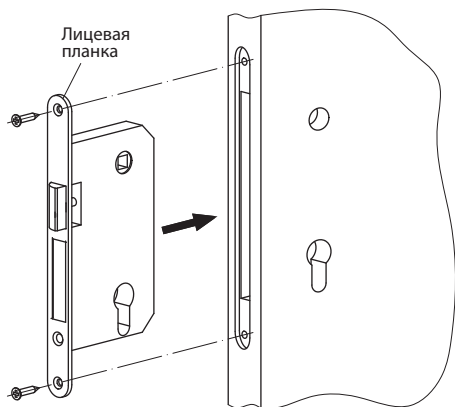

Рис. 4
3. В двери выберите паз под корпус замка илицевую планку, затем отверстия под цилиндрический механизм и квадрат под ручки. Установите корпус замка в дверь и закрепите его саморезами (Рис. 4).